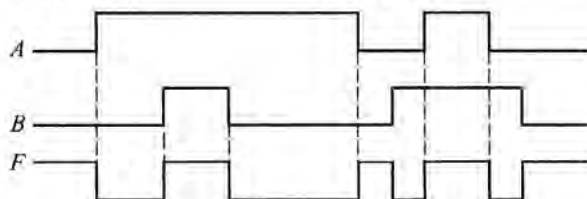

图 1.3.1
(5) 两个开关控制一盏灯, 只有两个开关都闭合时灯才不亮, 则该电路的逻辑关系是_____。
(6) 已知 $F = ABC + CD$, 下列可以肯定使 $F = 0$ 的取值是_____。
(7) 2004 个 1 连续异或的结果是_____。
(8) 已知二输入逻辑门的输入 A 、 B 和输出 F 的波形如图 1.3.1 所示, 这是_____逻辑门的波形。